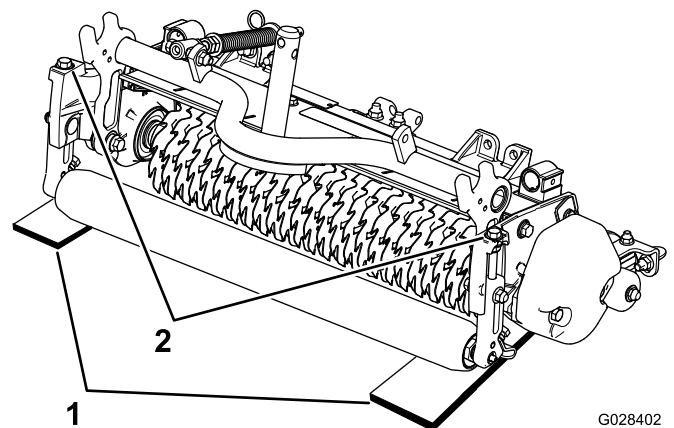

Bild 9
2. Legen Sie zwei Messlehren mit der gewünschten Bodeneindringung des Messers unter die Front- und Heckrolle der Vertikutierspindel an jedem Ende der Spindel (Bild 9).
3. Drehen Sie die Einstellschraube an jeder Schnitthöhenhalterung (Bild 9) so ein, dass die Messerspindeln an beiden Enden die flache Oberfläche berühren.